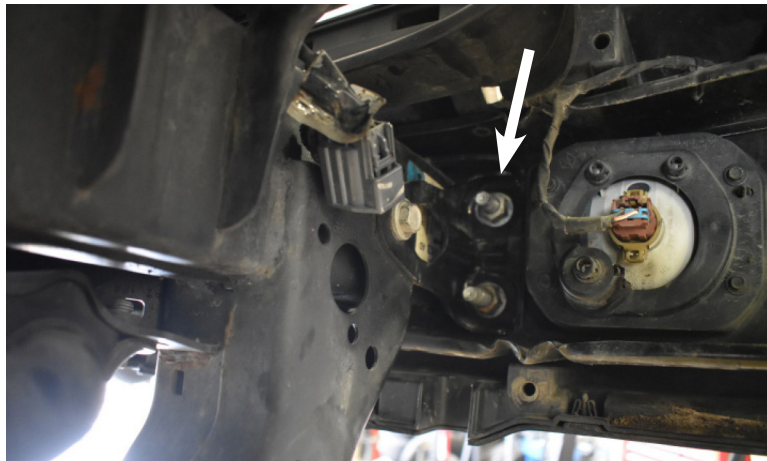

FIGURE 4
REMOVE EIGHT (8) FACTORY BUMPER NUTS. REMOVE BUMPER FROM THE VEHICLE (**FIG 4**).